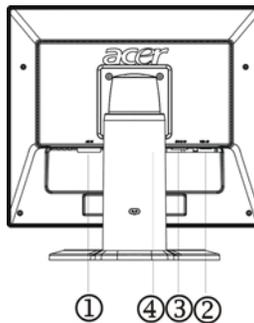

Figura 2 Conectando Cabos
2. Para girar a tela, configure a sua posição para a altura mais elevada, de acordo com a figura 2.